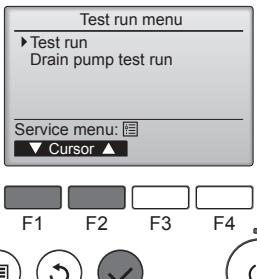

Fig. 8-2
- ② Selecione "Test run" (Testar funcio.) no menu Test run (Teste de funcionamento) e, em seguida, prima o botão [OK]. (Fig. 8-2)
- ③ A operação de teste de funcionamento é iniciada, sendo apresentado o ecrã da operação.